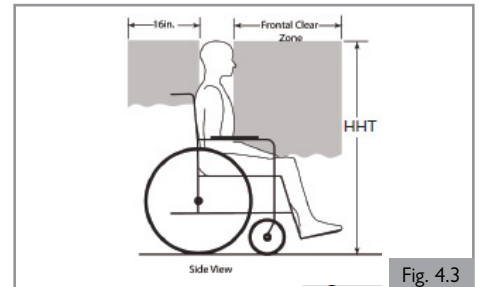

Fig. 4.3
4. La altura sentada estimada (HHT) desde el suelo hasta la parte superior de la cabeza del ocupante de la silla de ruedas oscila entre aproximadamente 119 cm para una mujer adulta pequeña y 155 cm para un hombre adulto alto (Fig. 4.3).